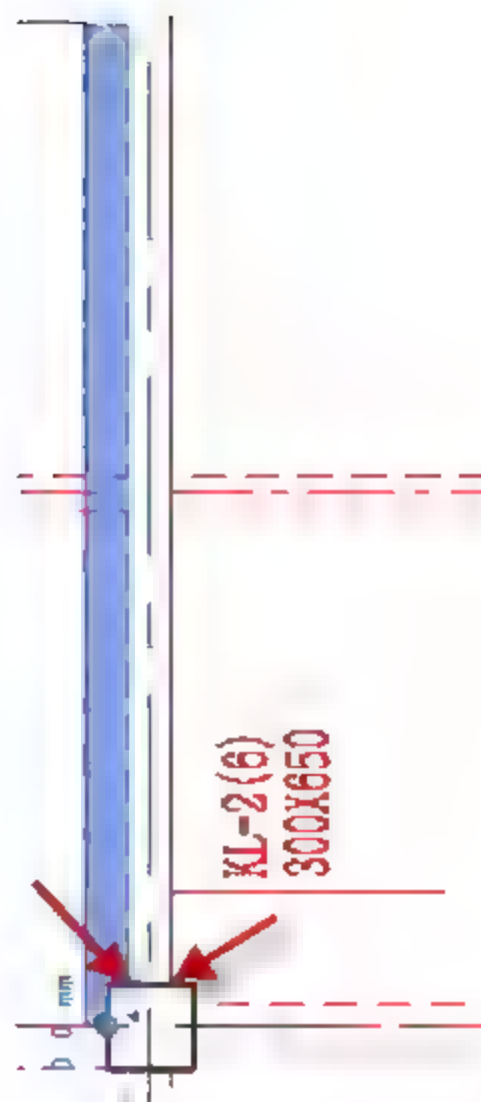

图 4.2.32 调整矩形梁的位置
(7) 调整矩形梁 KL-2 的位置, 选中矩形梁 KL-2, 按快捷键 M+V, 移动矩形梁的位置, 使其与梁线对齐, 如图 4.2.32 所示。